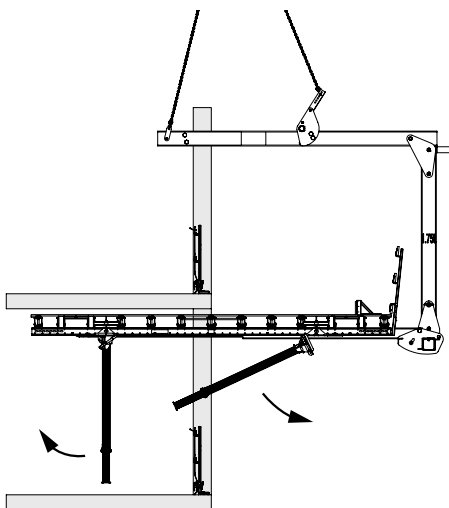

Fig. 22
3. Con le forche di sollevamento tavoli, portare il tavolo per solai oltre il parapetto. (Fig. 22)